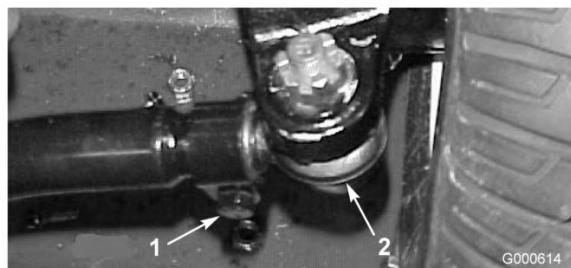

Figure 50
2. Pour le régler, retirez la goupille fendue et l'écrou de l'une des rotules de biellette (Figure 50). Déposez la rotule de biellette du support du corps d'essieu.
3. Desserrez les fixations aux deux extrémités des biellettes (Figure 50).